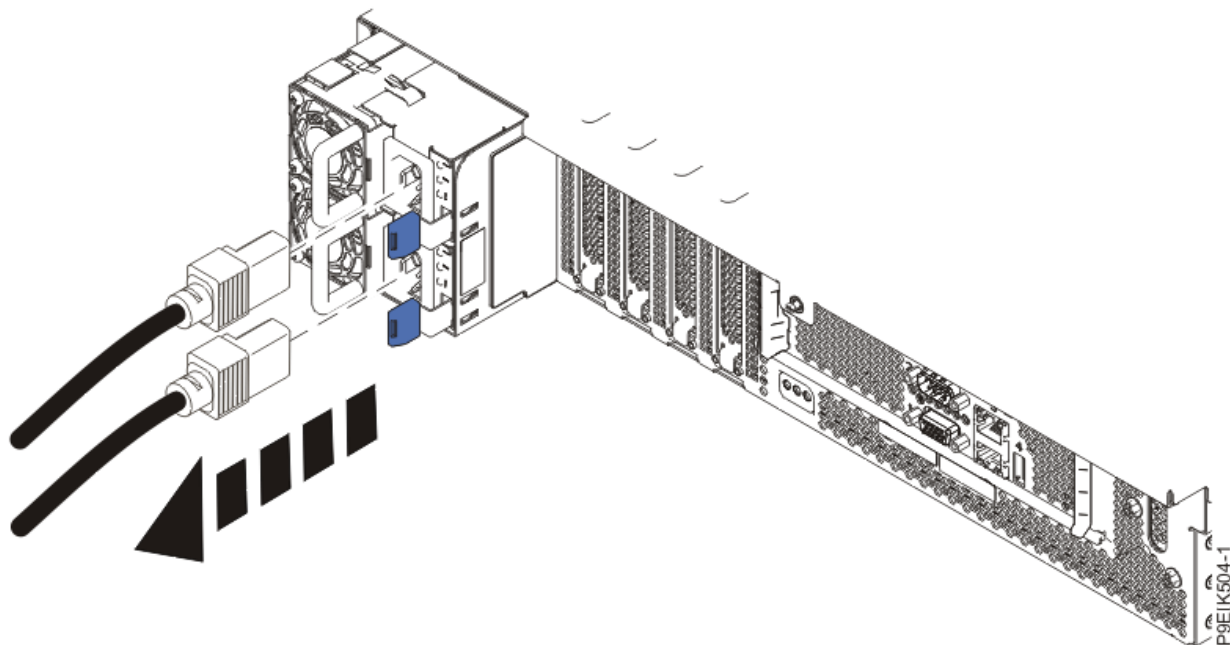

Figura 49. Extracción de los cables de alimentación del sistema
4. Desconecte los cables de alimentación de la unidad del sistema, como se muestra en la Figura 49 en la página 93.